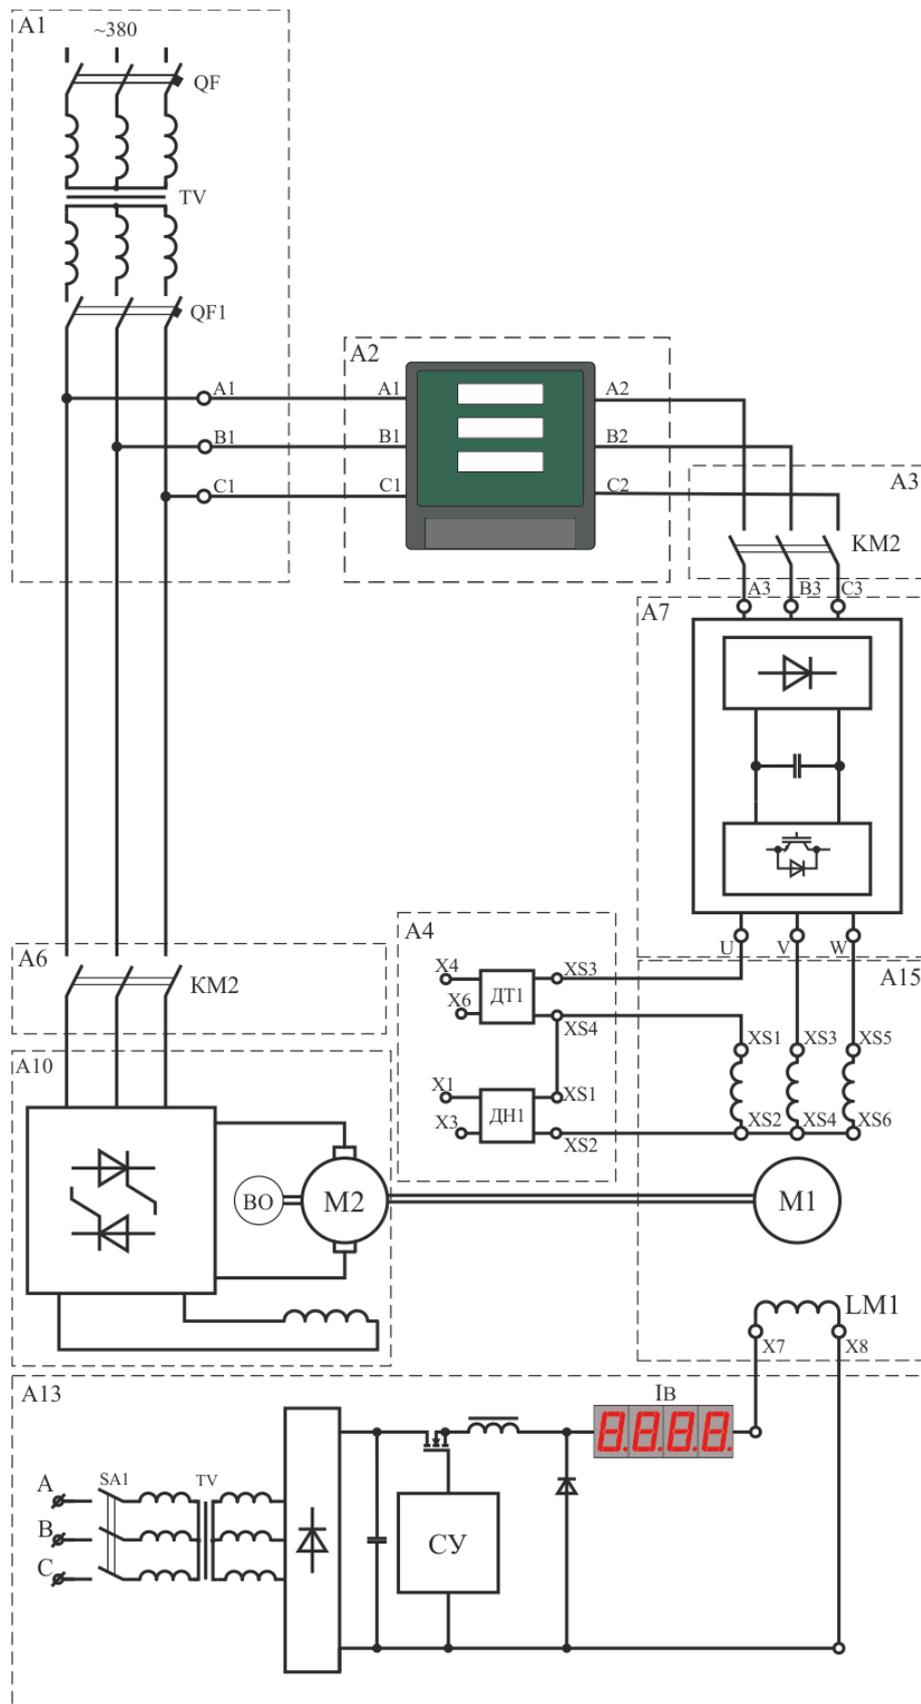

Рисунок 23 – Схема соединений для исследования синхронного электродвигателя
Статорные обмотки двигателя собираются по схеме звезда (клеммы $XS2$, $XS4$, $XS6$ объединяются, модуль А15) и подключаются к преобразователю частоты $UZ1$ (клемма U , V , W , модуль А7, см. рисунок 23). **Внимание! При подключении обмоток к преобразователю частоты строго соблюдать фазировку!**
Обмотка возбуждения $LM1$ подключается к возбудителю (двухзвенному преобразователю, работающему в режиме источника тока). Ток возбуждения задаётся потенциометром $RP1$ (модуль А13, см. рисунок 23).
2.3.1 Собрать схему силовых цепей синхронного электропривода (рисунок 23).